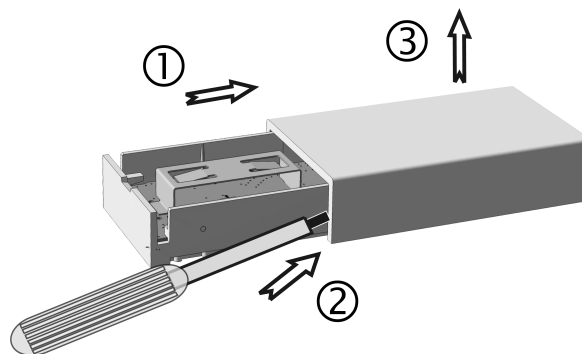

Figure 2: Retirer le couvercle du boîtier
- Pour retirer la partie supérieure, la soulever tout d'abord d'un côté, par exemple à l'aide d'un petit tournevis (Figure 2).